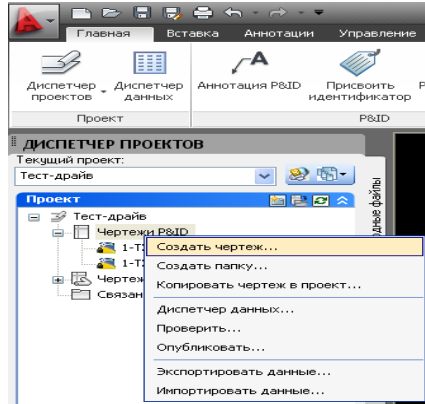

Рис. 3
- создавать новые чертежи (Рис. 3);